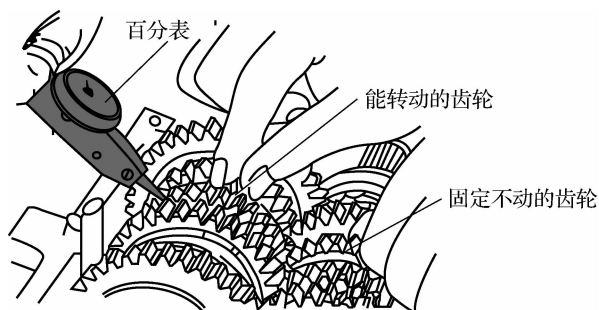

图 6-46 变速器齿轮啮合侧隙的检查
(2)变速器齿轮啮合侧隙的检查。如图 6-46 所示,使用百分表检测齿轮啮合侧隙,转动可动齿轮,记录下可转动的读数,不符合要求应更换相应的齿轮。